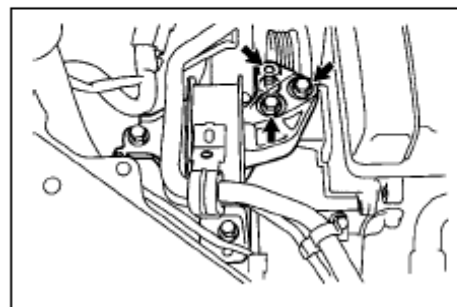

Рис. 26
- (1)** С помощью подъемного оборудования немного поднимите двигатель;
- (2)** Открутите 2 болта и отсоедините правое крепление двигателя (см. Рис. 26);
- (3)** Открутите 2 болта и отсоедините левое крепление двигателя;
- (4)** Открутите 1 болт и 3 гайки и отсоедините заднее крепление двигателя;
- (5)** Снимите блок двигателя вместе с ведущим мостом и установите их на пол;
- (6)** Поднимите кузов.